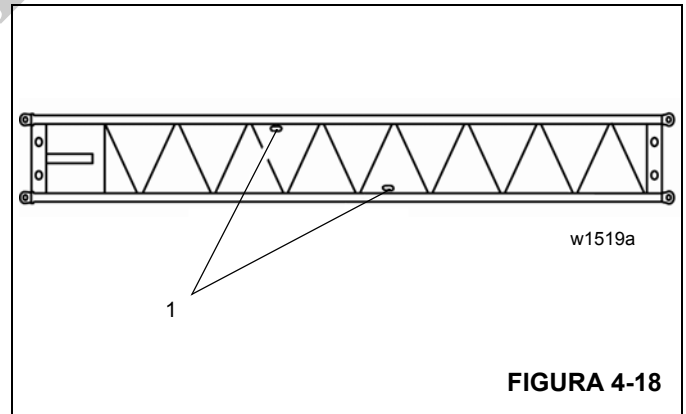

FIGURA 4-18
Los insertos de 26 pies (8 m) tienen dos puntos de fijación de eslinga (1) (cada uno un poco desplazado en cada lado) (Figura 4-18).